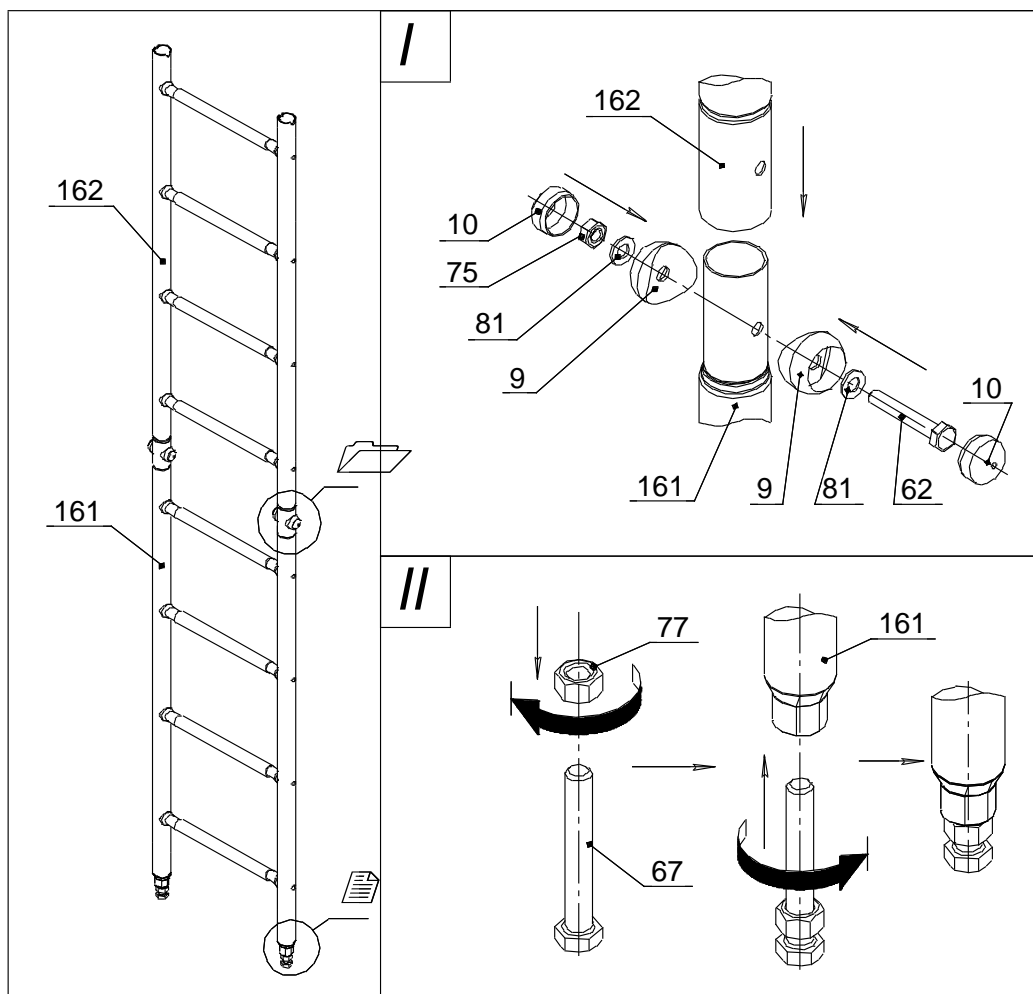
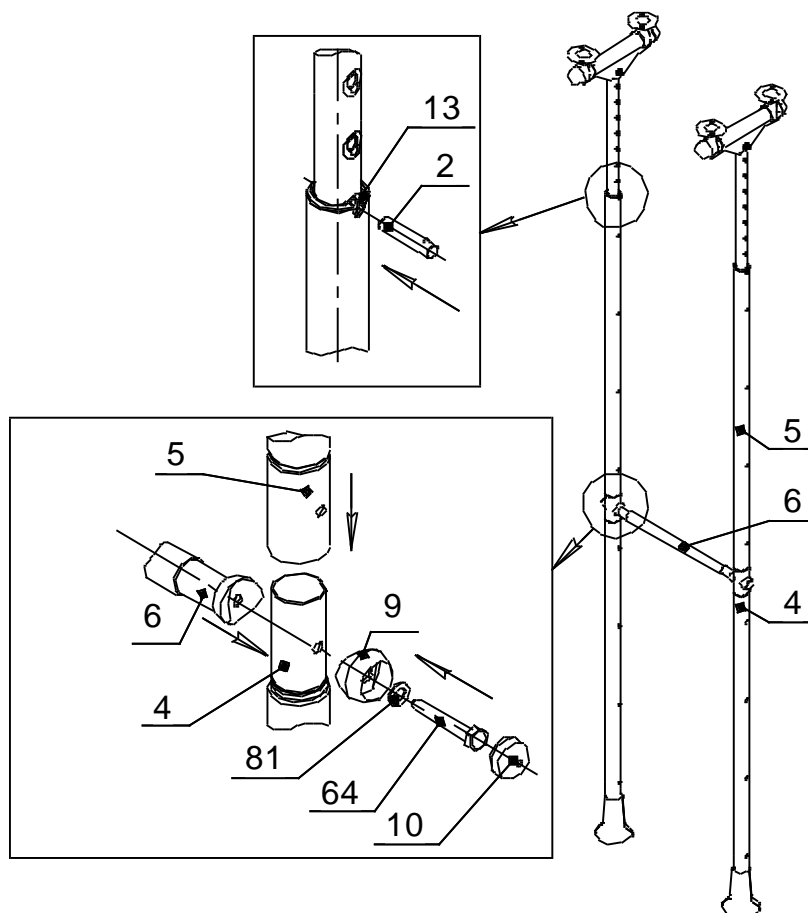

Рис. 2
Рис.6
10.5.5 Собрать две нижние стойки с болтами поз.67 (см. рис.2, II); соединить верхние и нижние стойки между собой при помощи ступени поз.6; (рис.6). Установить вставки с опорами, колпаки, опоры с прокладками аналогично сборке лестницы.